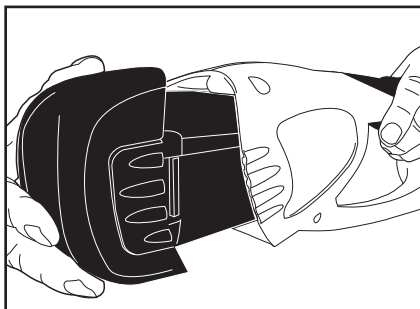

Figura 5
1. Alinee el reborde del paquete de batería con la ranura correspondiente en el extremo del mango de potencia. (ver figura 5)